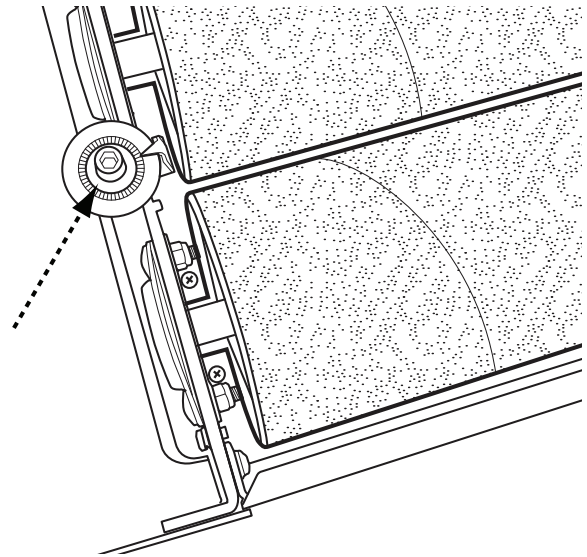

FIG. 13
2. Ubique el tornillo de ajuste de altura de los tambores como se muestra en la Fig. 13.